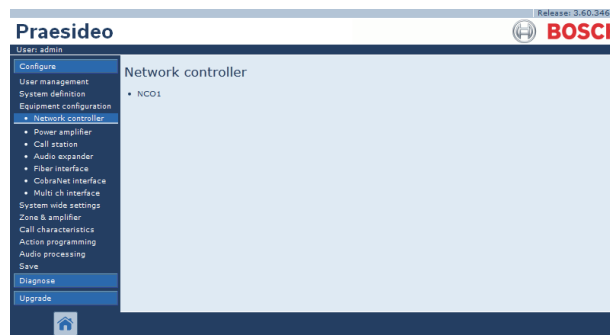

abbildung 44.2: Netzwerkcontroller konfigurieren, Schritt 1
- 1 Rufen Sie *Configure > Equipment configuration > Network controller* auf. Im Mainframe der webbasierten Benutzeroberfläche erscheint ein Bildschirm, der dem in abbildung 44.2 ähnelt.